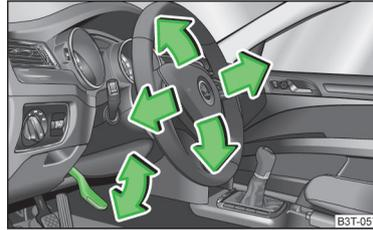

Abb. 117
- Den Hebel unter dem Lenkrad nach unten schwenken » Abb. 117.